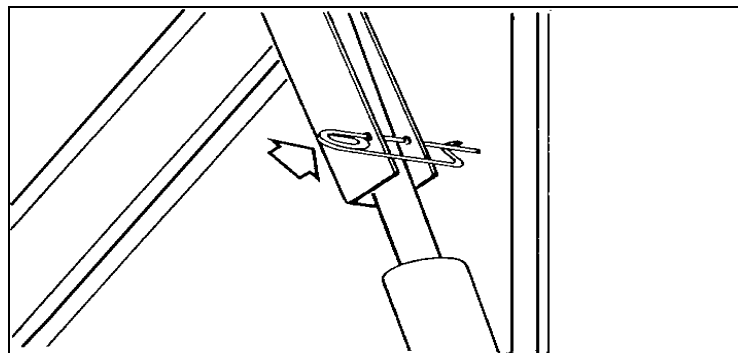

Abb. 12
- Vor jeder Wartung oder Schmierung die Sicherheitsmechanismen der Rundballenpresse (Abb. 12) einsetzen und nur bei ausgestellttem Motor arbeiten.